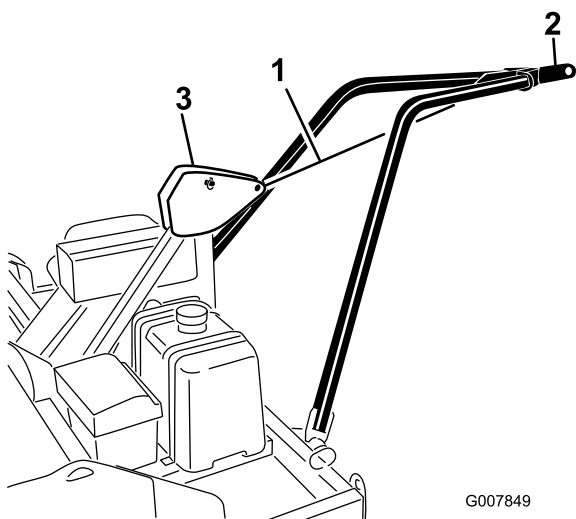

图12
2. 在提起牵引臂进行安装的同时使用栓系索或绳索将牵引臂挂接板固定到机架挂接枢轴上图12。